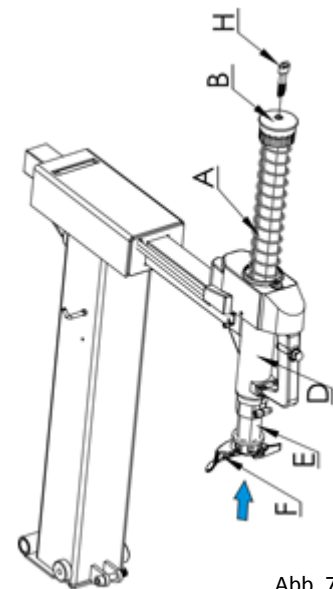

Abb. 7
- Lösen Sie die Inbusschraube (H, Abb.7), entfernen Sie die Kappe (B, Abb.7) und die Feder (A, Abb.7).
- -Kippen Sie den Säule zurück und schieben Sie den sechseckigen (De) Montagearm (E, Abb. 7) durch die Öffnung in den horizontal Arm. **Beachten Sie dass der (De)Montage Kopf (F, Abb.7) in die korrekte Richtung weist!**
- Platzieren Sie folgend die Feder (A, Abb. 7) über den (De)Montagearm und sichern Sie das Ganze mit dem Deckel (B, Abb. 7) jetzt ziehen Sie die Schrauben fest (H, Abb. 7. Zum Abschluss der Montage sichern Sie die (Schutz) Kappe.